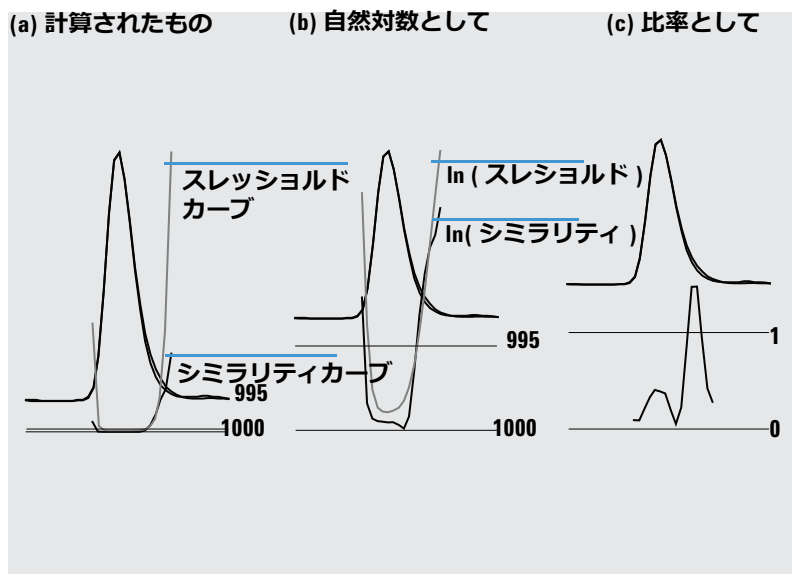

図 10 スレッシュホールドカーブおよびシミラリティカーブ
- 1 いずれの変換もなし、37 ページの 図 10 \(a\) を参照してください。
- 2 自然対数として、 $\ln$ 、グラフ下部のピーク頂点の詳細の利点と共に、37 ページの 図 10 \(b\) を参照してください。
- 3 比率として：比率 = $\frac{1000 - \text{シミラリティ}}{1000 - \text{スレッシュホールド}}$ 、37 ページの 図 10 \(c\) を参照してください。